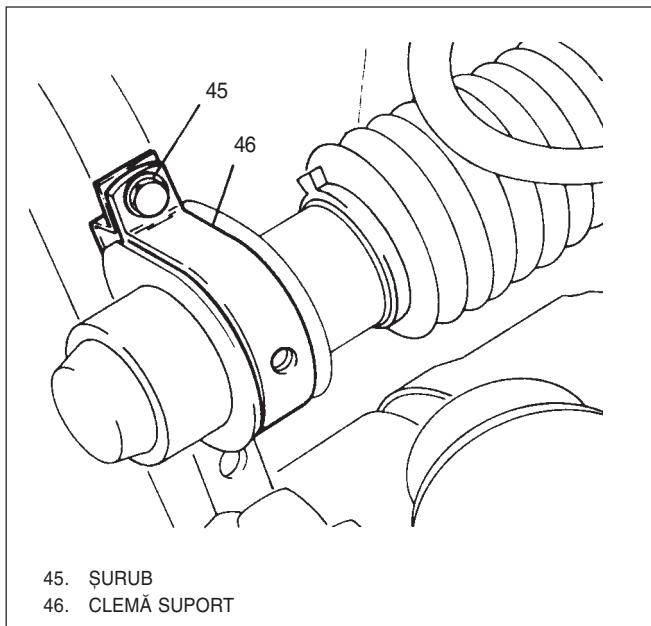

Fig. 3 Prindere casetă de direcție pe tablier
- 3) Cele 2 șuruburi (1) de la ansamblul cuplaj (2) și se împinge acesta în sus pe axul coloanei de direcție (Poziția angrenajului este pentru direcția drept înainte. Vezi procedeul din acest capitol).
- 5) Cele 2 șuruburi (25) ale bieletelor de direcție din centrul casetei de direcție (7). (Se ridică plăcuța de blocare (24) înaintea demontării șuruburilor; a nu se încerca refolosirea plăcuței).
- 7) Cele două cleme de prindere (46) (Fig 3).
- 8) Burduful de cauciuc (3) de pe pinion.
- 9) Ansamblul pinion și cremalieră (34) spre roata din dreapta.